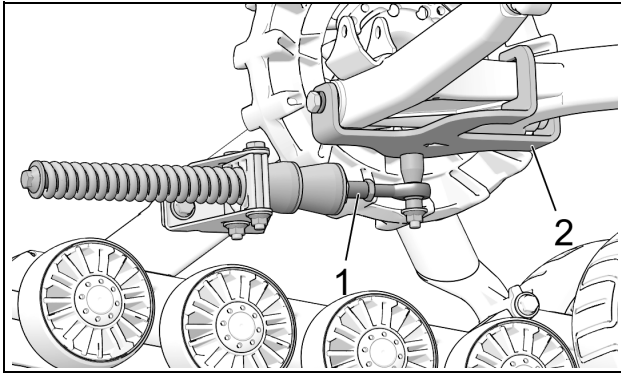

Abbildung 16
**EINZELRADAUFHÄNGUNG (EA)**
- Der Stabilisierungsarm (1) muss am vorderen, am Fahrzeug angebrachten Verankerungsbügel (2) montiert werden. Siehe Abbildung 16.
*HINWEIS: Der am Fahrzeug montierte hintere Verankerungsbügel (2) kann von jenem auf der Abbildung abweichen.*